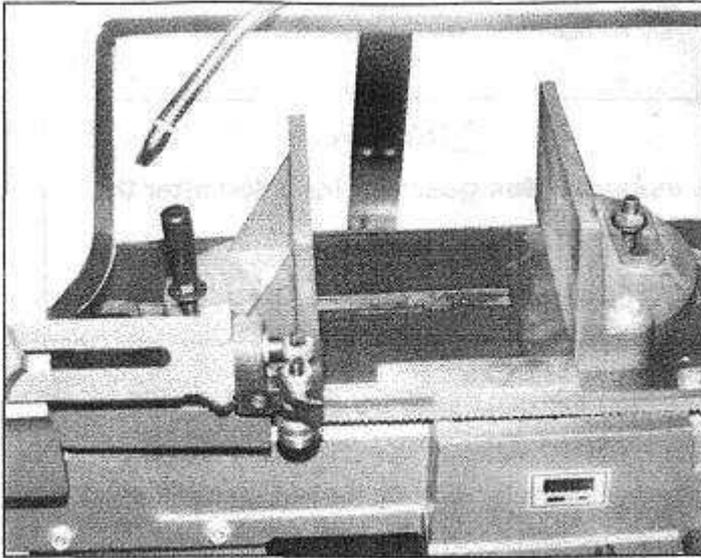

Fig.12
2. Placez une équerre de mécanicien selon l'illustration de la figure 12, l'équerre doit suivre toute la longueur de l'étau et de la lame sans jeu.